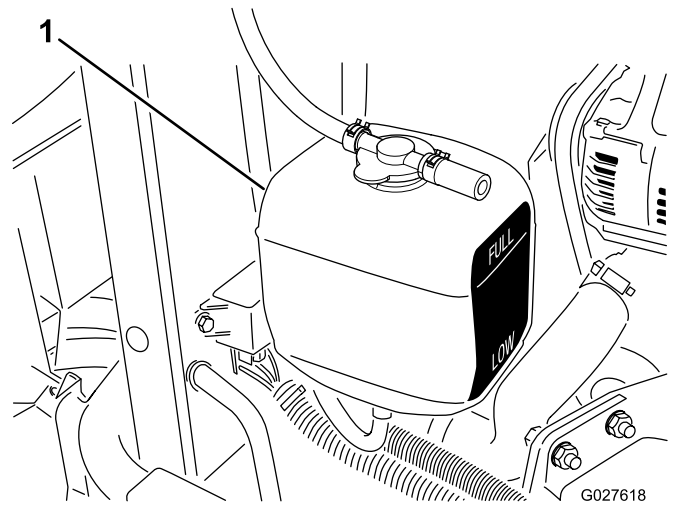

Figura 41
1. Compruebe el nivel de refrigerante del depósito de expansión (Figura 41).